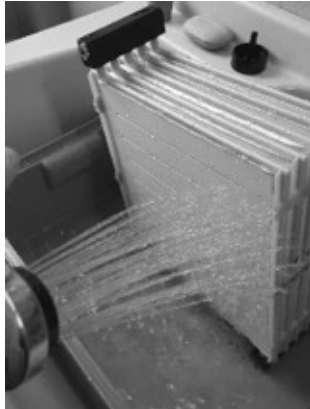

Abb. 17: Staub abwaschen
- Waschen Sie die Staubspuren vorsichtig mit Hilfe einer Handdusche, eingestellt auf weichen Wasserstrahl, ab (siehe *Abb. 17*). Die innenliegenden Befeuchterelemente können ebenfalls auf diese Weise gereinigt werden.